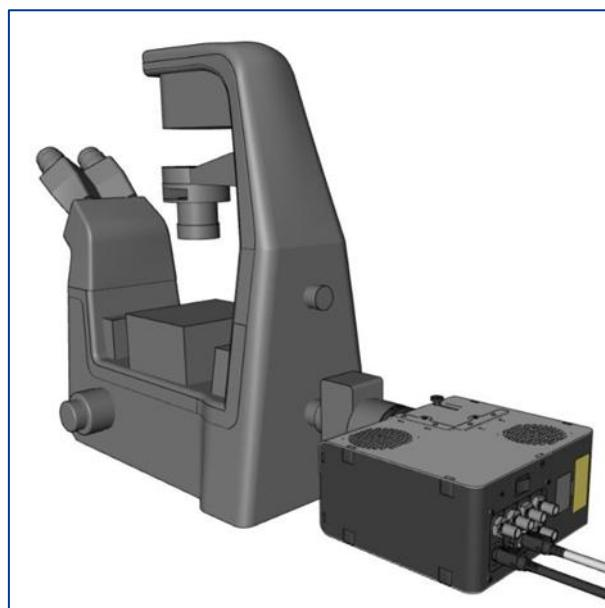

Abbildung 11 : Ein pE-400^{max}an einem Mikroskop in horizontaler Ausrichtung
- Die Lichtquelle kann horizontal oder vertikal ausgerichtet werden, um sie an das Mikroskop anzupassen, vorausgesetzt, die Belüftungsöffnungen werden nicht blockiert (Abbildung 11).